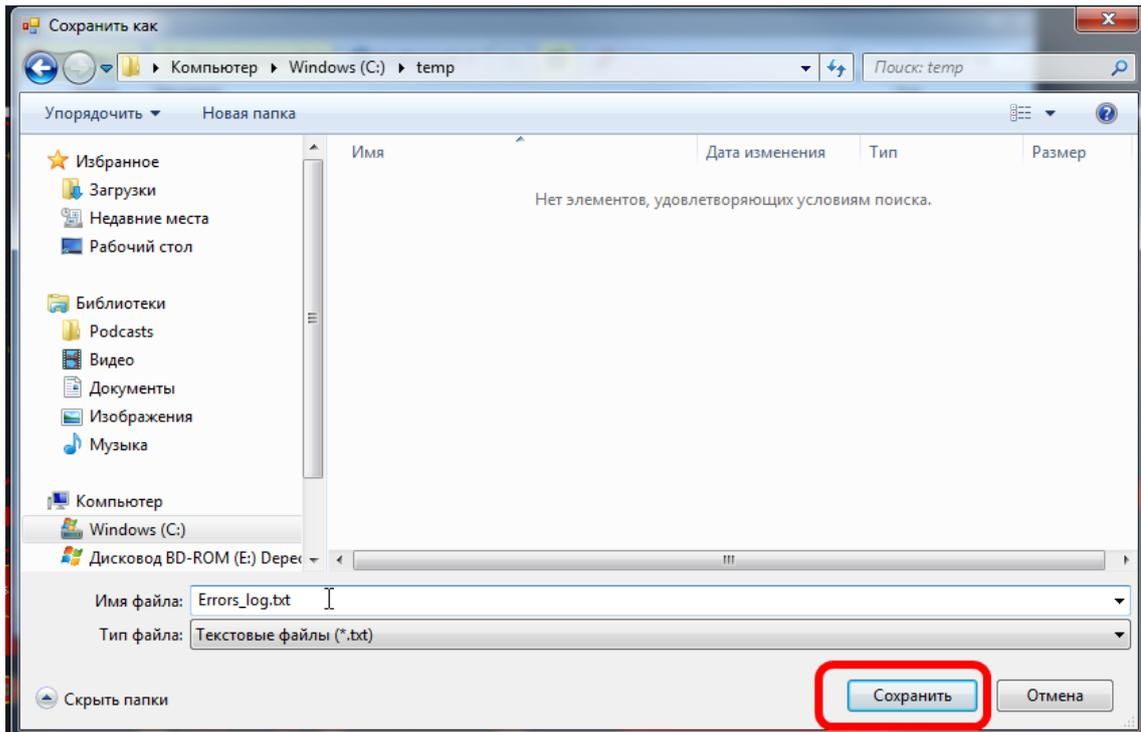

Рис. 171. Сохранение экспортируемого списка нарушений
2. В открывшемся окне проводника указать место для сохранения файла и его имя, после чего нажать кнопку «Сохранить» расположенную в правой нижней части окна, см. Рис. 171.